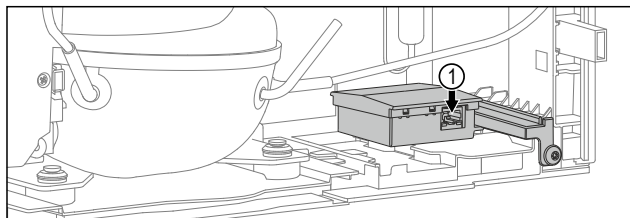

Fig. 46
- ☐ Un cavo di rete è collegato. Fig. 46 (1)
- ▶ Inserire il cavo di rete. Fig. 46 (1)